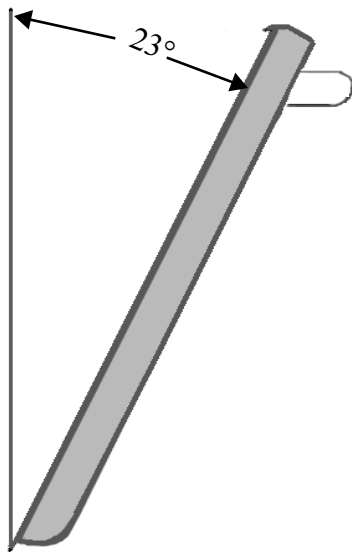

Figura 23: Ángulo aproximativo necesario para quitar la puerta.
3. Cierre la puerta hasta que se detenga contra los soportes de las bisagras. Estos mantienen la puerta entreabierta (Figura 23).
1. Coloque la puerta en el ángulo adecuado (*Figura 23*) e inserte las bisagras en las ranuras. Las bisagras se engancharán firmemente en las ranuras si se instala adecuadamente la puerta. No fuerce o tuerza la puerta.